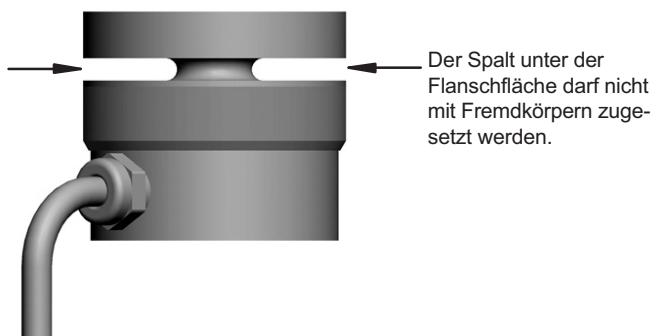

Abb. 5.1 Vermeiden Sie Ablagerungen an den gekennzeichneten Stellen
*Fehlmessungen können die Folge sein, wenn sich Staub oder Schmutz innerhalb der Kraftaufnehmer ablagern. Die betreffenden Stellen sind in Abb. 5.1 mit Pfeilen markiert.*